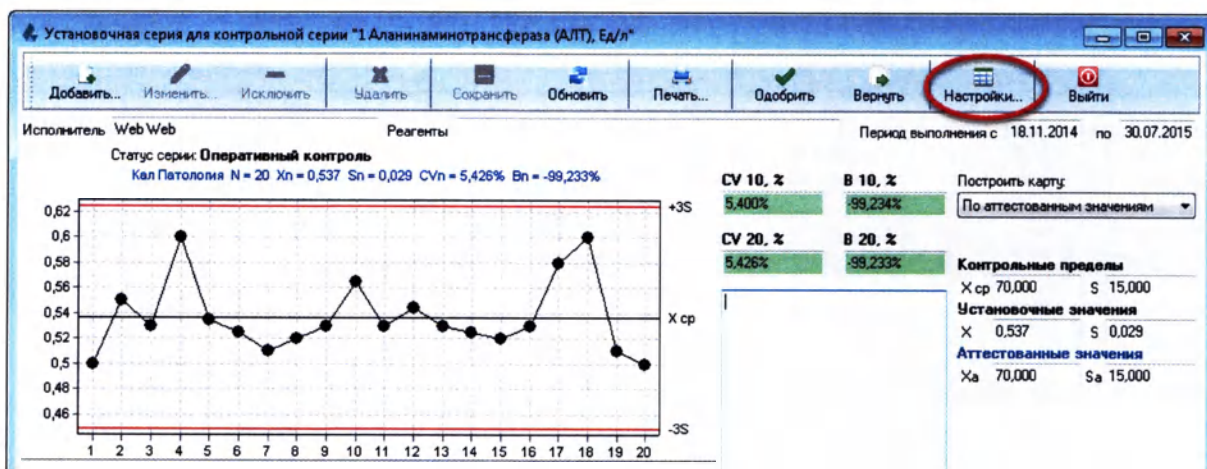

Рисунок 12.47
1. В карте установочной серии нажмите кнопку «Настройки» (Рисунок 12.47):